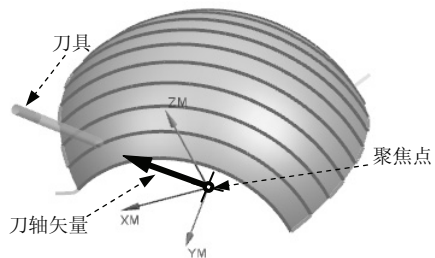

图 5.4.6 “远离点”刀轴矢量（一）
- **远离点**：选择此选项后，系统弹出“点”对话框，可以通过“点”对话框创建一个聚焦点，所有刀轴矢量均以该点为起点并指向刀具夹持器，如图 5.4.6 和图 5.4.7 所示。参考文件路径为：D:\ugnx90.9\work\ch05.04\point_from.prt。